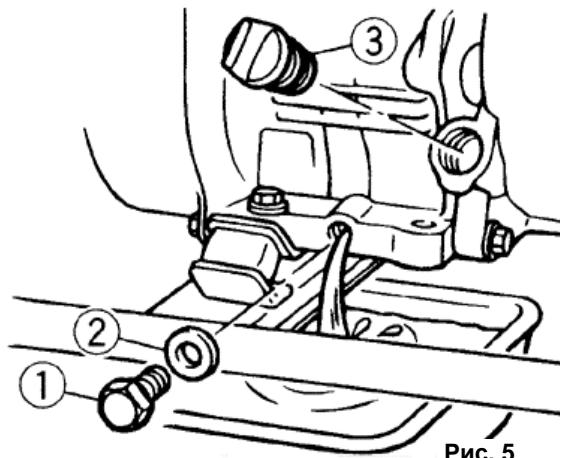

Рис. 5
- Очистите поверхность около сливной пробки (1) (См. Рис.5).